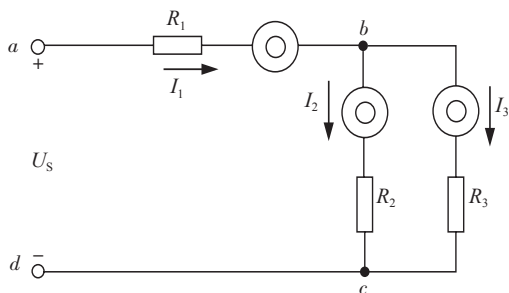

图 1-23 测量电压、电流的实验电路
测试电路如图 1-23 所示。
(3) 按图 1-23 所示的实验电路接线，图中“ $\text{—}\odot\text{—}$ ”为电流测量插口，平时为接通状态，当电流表的插头插入时，该处电路自行断开，电流表经过插头串联接入电路，电流表的读数就是该支路流过的电流大小。
(4) 用直流电流表测量电路中的电流 I_1 、 I_2 、 I_3 ，用直流电压表测量电路中的电压 U_{ab} 、 U_{bc} 、 U_{cd} 、 U_{bd} ，并将读数填入表 1-1。